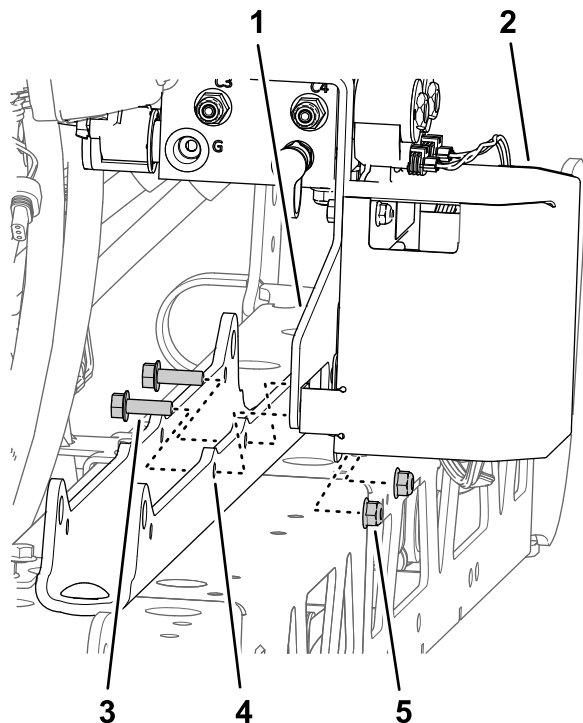

Figura 95
B. Montate la staffa di supporto e la staffa del TEC sul supporto del cilindro (Figura 95) con i 2 bulloni a testa flangiata (5/16" x 1") e il dado di bloccaggio flangiato (5/16 poll.) che avete rimosso al passaggio 1 di Rimozione del collettore di sollevamento delle sezioni dalla sezione di irrorazione centrale (pagina 23).